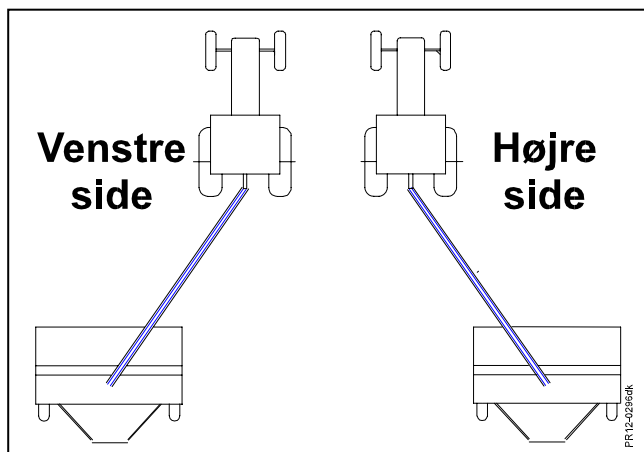

Fig. 3-6
- Fig. 3-6** 1) Først svinges maskinen over på **venstre side** af traktoren.
- Fig. 3-6** 3) Maskinen svinges nu over på **højre side** af traktoren.